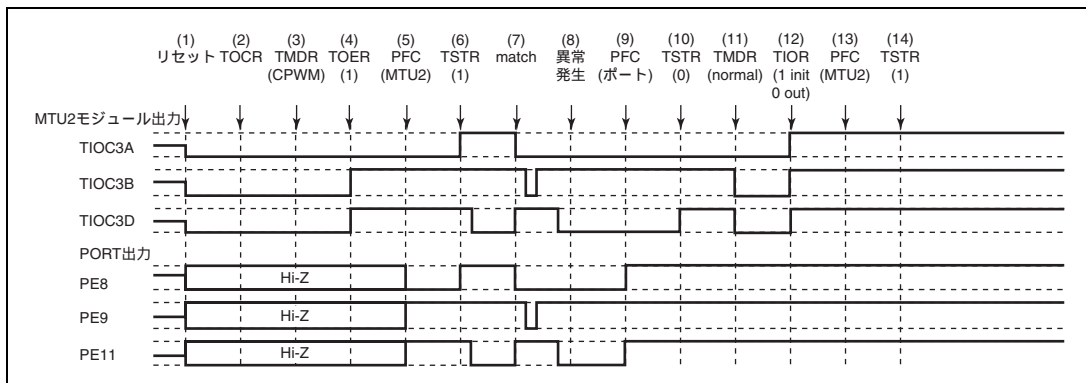

図 11.161 相補 PWM モードで異常が発生し、ノーマルモードで復帰する場合
相補 PWM モードで異常が発生し、再設定後ノーマルモードで再スタートする場合の説明図を図 11.161 に示します。
- (1) ~ (10) は図 11.161 と共通です。
- (11) PWM モード 1 を設定してください (MTU2 出力はローレベルとなります)。
- (12) TIOR で端子を初期化してください (PWM モード 1 では TIOC*B 側は初期化されません)。
- (13) PFC で MTU2 出力としてください。
- (14) TSTR で再スタートします。
(23) 相補 PWM モードで動作中に異常が発生し、相補 PWM モードで再スタートする場合の動作
- (11) PFC で MTU2 出力としてください。
- (12) TSTR で再スタートします。
- (13) コンペアマッチの発生により相補 PWM 波形を出力します。
(24) 相補 PWM モードで動作中に異常が発生し、相補 PWM モードで新たに再スタートする場合の動作
(1) ~ (10) は図 11.161 と共通です。
(11) ノーマルモードを設定し新しい設定値を設定してください (MTU2 出力はローレベルとなります)。
(12) TOER でチャンネル 3、4 の出力を禁止してください。
(13) TOCR で相補 PWM モードの出力レベルと周期出力の許可禁止を選択してください。
(14) 相補 PWM を設定します。
(15) TOER でチャンネル 3、4 の出力を許可してください。
(16) PFC で MTU2 出力としてください。
(17) TSTR で再スタートします。
(25) 相補 PWM モードで動作中に異常が発生し、リセット同期 PWM モードで再スタートする場合の動作
- (11) ノーマルモードを設定してください (MTU2 出力はローレベルとなります)。
- (12) TOER でチャンネル 3、4 の出力を禁止してください。
- (13) TOCR でリセット同期 PWM モードの出力レベルと周期出力の許可禁止を選択してください。
- (14) リセット同期 PWM を設定します。
- (15) TOER でチャンネル 3、4 の出力を許可してください。
- (16) PFC で MTU2 出力としてください。
- (17) TSTR で再スタートします。
(26) リセット同期 PWM モードで動作中に異常が発生し、ノーマルモードで再スタートする場合の動作